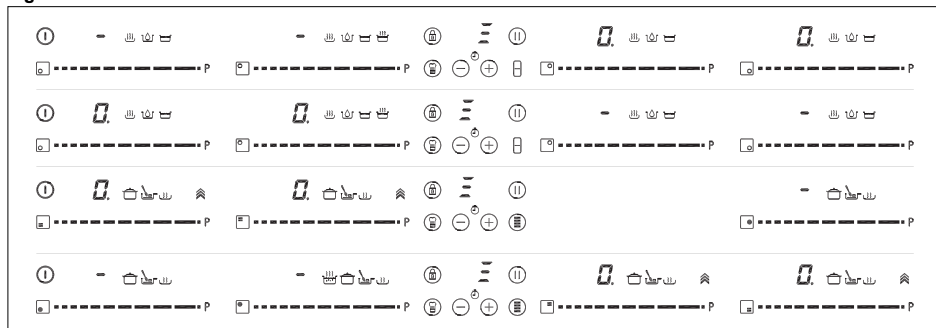

Fig. 4
Apoi, apăsați pe senzorul CHEF (BUCĂTAR) (16) , până când ledurile (21) de pe pictogramă se aprind. Prin această acțiune, indicatoarele de putere (3) vor arăta trei segmente (vedeți fig. 4) care indică faptul că acum puteți așeza vasul.